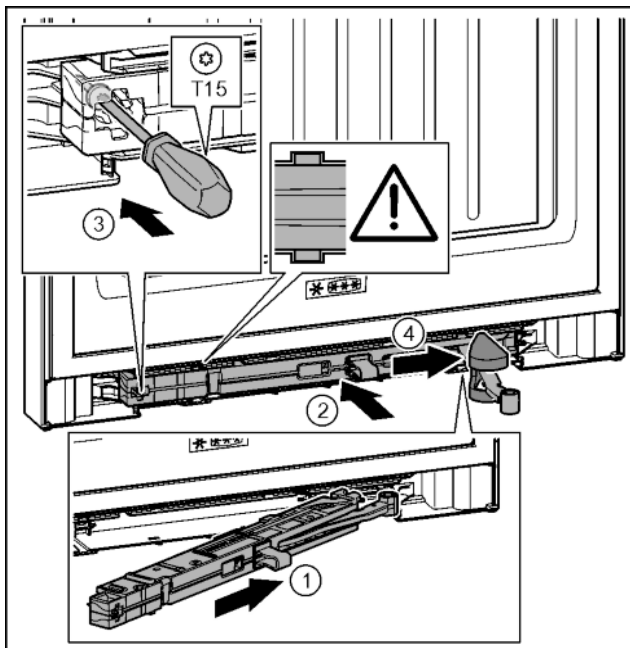

Fig. 39
- ▶ A csapágybak oldaláról ferdén, ütközésig tolja be a záráscsillapító egységet a mélyedésbe. Fig. 39 (1)
- ▶ Teljesen tolja a mélyedésbe a záráscsillapító egységet. Fig. 39 (2)
- ▶ Húzza meg a csavart egy T15 csavarhúzóval. Fig. 39 (3)
- ▶ Tolja a csukló fölé a fedelet. Fig. 39 (4)